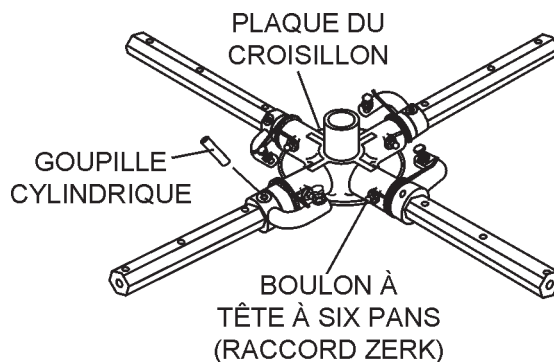

Figure 41. Retrait de la goupille cylindrique et du raccord graisseur Zerk
- Chaque bras de la talochueuse-lisseuse est maintenu en position au niveau de la plaque du croisillon par un boulon à tête à six pans (avec raccord graisseur Zerk) et une goupille cylindrique. Retirez le boulon à tête à six pans et la goupille cylindrique (Figure 41) de la plaque du croisillon.